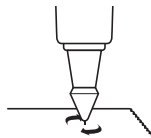

Abb. 2.5
- Bewegen Sie ihn in einer Kreisbewegung, ohne die Spitze zurückzuziehen (Abb. 2.5).